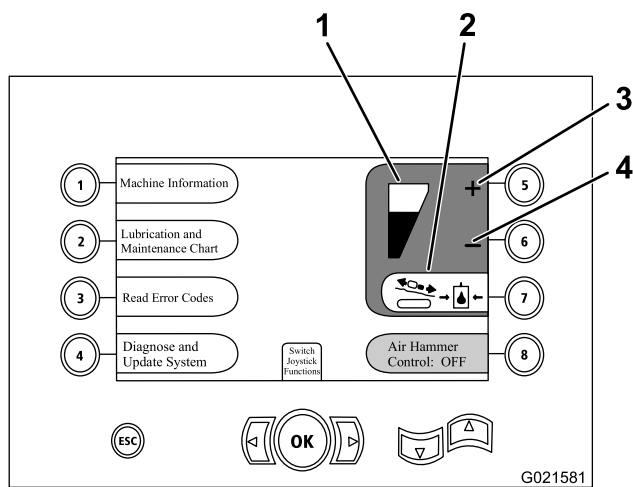

Рисунок 71
- Увеличьте или уменьшите давление каретки следующим образом: (Рисунок 71).
- Нажмите кнопку 5 на экранной странице, чтобы уменьшить давление каретки (Рисунок 71).
- Нажмите кнопку 6 на экранной странице, чтобы увеличить давление каретки (Рисунок 71).
Примечание: Индикатор давления каретки (Рисунок 71) будет показывать увеличение или уменьшение давления в зависимости от того, насколько вы увеличили или уменьшили его.